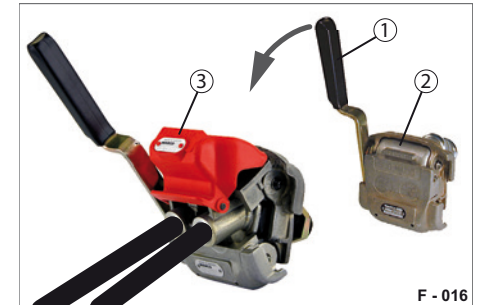

Abb. 19 Duo-Matic, angekuppelt
- ▶ Drücken Sie den Handgriff (Abb. 19/1) der Duo-Matic Schnellkupplungsdose nach unten und schieben Sie den Kupplungskopf (Abb. 19/3) unter die geöffneten Schutzdeckel.